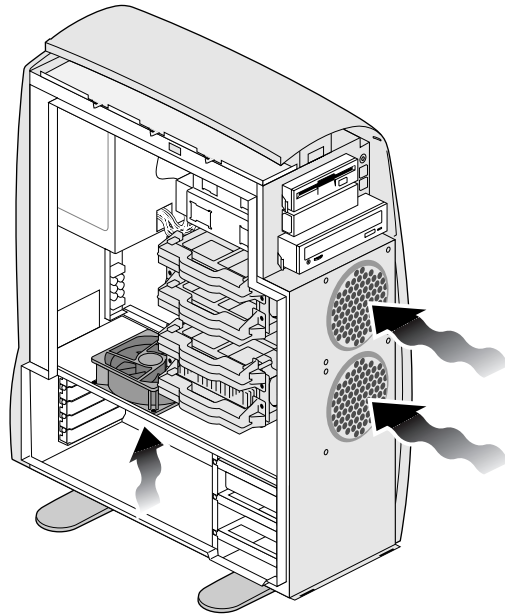

Figure 7-13 Vérification du sens de l'aération
1. Sur le ventilateur de remplacement, repérez la flèche qui indique le sens d'aération. Positionnez le ventilateur de manière à ce que l'air souffle dans la partie supérieure de la station de travail (voir Figure 7-13).